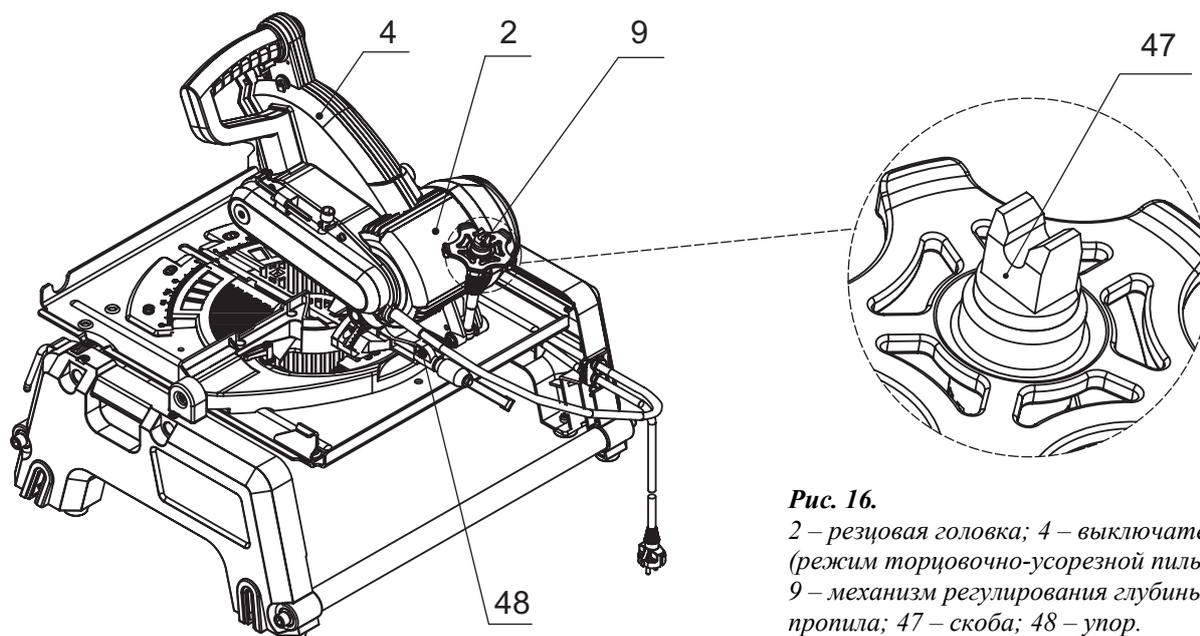
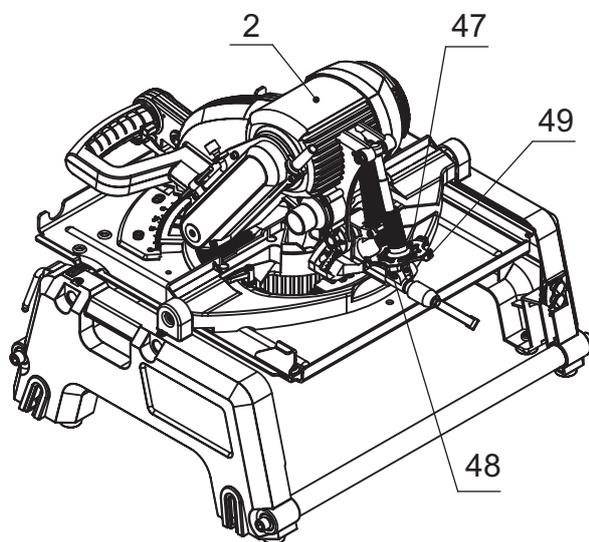

Рис. 16.
Рис. 18.
В режиме торцовочно-усорезной пилы, механизм регулирования глубины пропила 9 необходимо поднять вверх, как показано на рис. 16.
- Установить максимальную глубину пиления в режиме стационарной дисковой пилы. Для этого нужно направить резцовую головку 2 вниз, и задействовать механизм регулирования глубины пропила 9, введя U-образную скобу 47 (рис. 16) в зацепление с упором 48 (рис. 18).
- отсоединить механизм регулирования глубины пропила 9, выведя U-образную скобу 47 из зацепления с упором 48 (рис. 18), и повернуть механизм регулирования вверх.